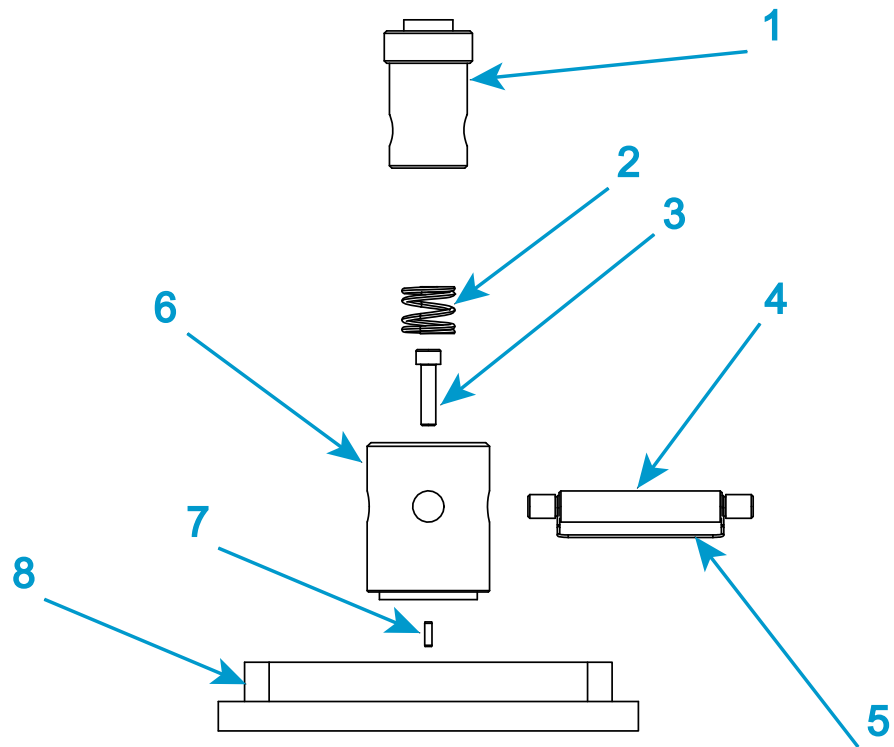

Abbildung 19. Sockeladapter Typ D
Legende für Abbildung 19
1. In Abbildung 19 ist nur ein Verdrehsicherungsstift sichtbar, da sich der zweite Stift direkt dahinter befindet.